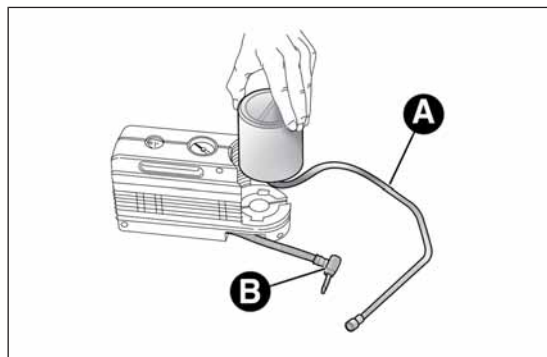

fig. 132
- disinserisci l'innesto A fig. 132 e scollega il tubo B;